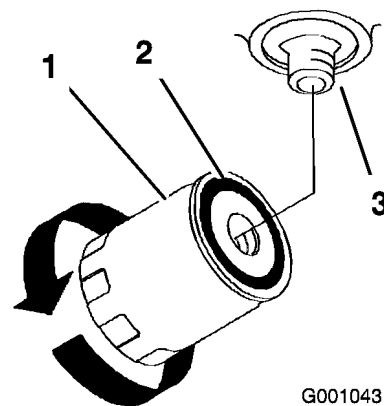

Bild 64
4. Ölen Sie die Gummidichtung am Austauschfilter (Bild 64) leicht mit Hydrauliköl ein.
6. Füllen Sie den Hydraulikbehälter mit Hydraulikflüssigkeit, bis die Flüssigkeit über den Filter läuft. Drehen Sie den Ölfilter dann nach rechts, bis die Gummidichtung den Filteradapter berührt. Ziehen Sie den Filter dann um eine weitere halbe Umdrehung fest (Bild 64).